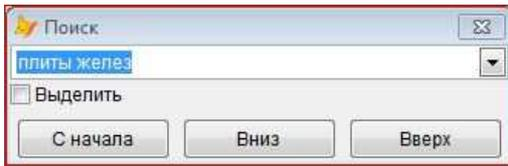

Рис.1. Окно поиска строки по ключевым словам
2. Запуск поиска: Ctrl+F, либо Меню - Редактирование - Поиск Ctrl+F, либо Панель инструментов - Поиск. При соответствующей настройке (Меню - Сервис - Параметры программы - Рес.смета - назначение первой кнопки - Поиск по наименованию) поиск включается также первой кнопкой нижнего меню. При этом открывается следующее окно (Рис.1):
- Для повышения надежности поиска рекомендуется вводить ключевые слова без окончаний (например, как показано на Рис.1). Ищутся ресурсы, в наименования которых входят все перечисленные слова независимо от их порядка. При установленном флажке "Выделить" все найденные строки выделяются. При использовании выделения рекомендуется перед поиском снять выделение со всех позиций с помощью комбинации клавиш Ctrl+A.